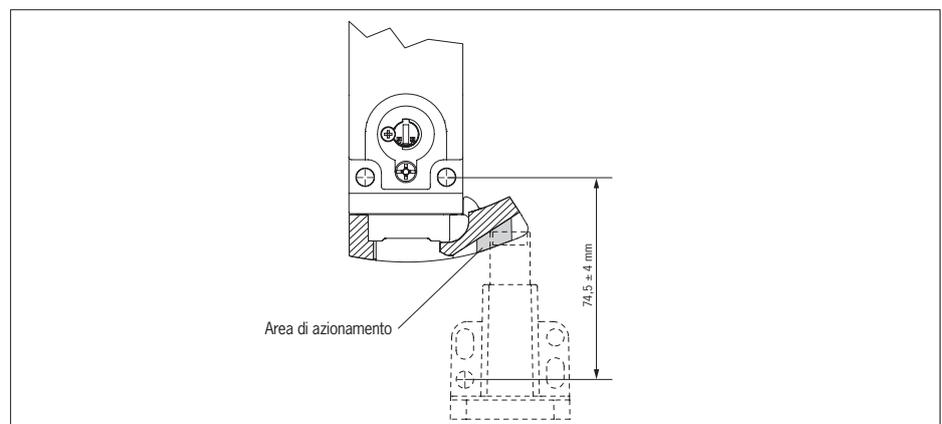

Fig. 9: Area di azionamento dell'azionatore
- ▶ Accertarsi che l'azionatore tocchi la rampa nell'area prevista (vedere Fig. 9). L'area di azionamento è contrassegnata sulla rampa.